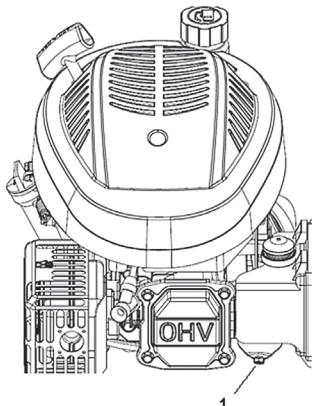

Рис. 19 Сливной болт поплавковой камеры карбюратора
- Слейте топливо из карбюратора (Рис. 19). Для этого открутите сливной болт поплавковой камеры карбюратора.